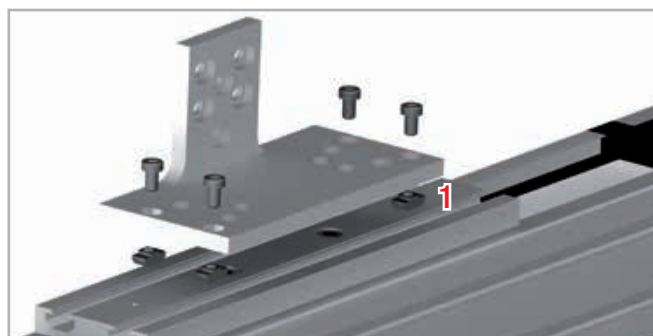

Рис. 93
1. Ввести винты, которыми предполагается осуществлять крепление к актуатору № 1, в подготовленные для этой цели отверстия (см. Рис. 93).